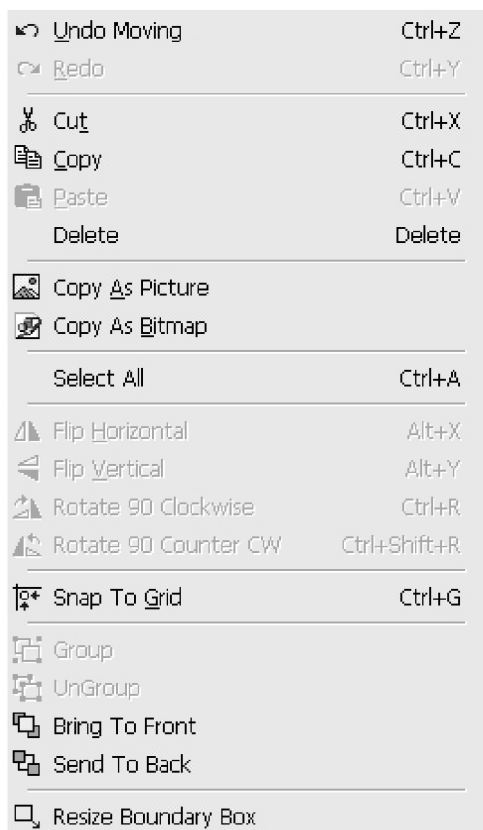

图 2-34 Edit 命令的下拉菜单
(2) Edit：提供电路符号的常规编辑功能，其下拉菜单如图 2-34 所示。